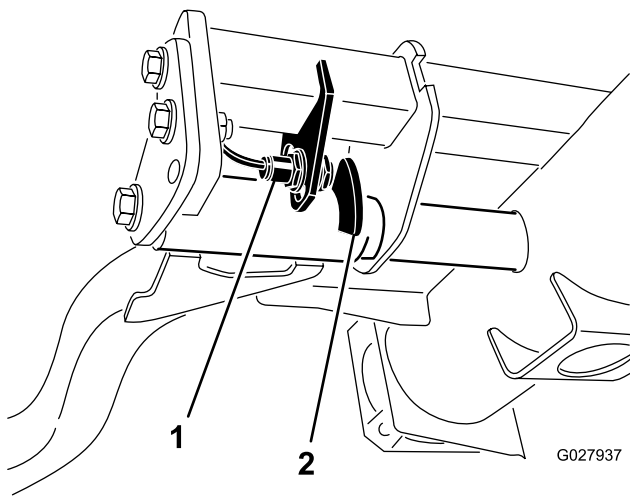

Figura 67
2. L'interruttore del braccio di sollevamento è situato sotto il serbatoio idraulico, dietro il braccio di sollevamento anteriore destro (Figura 67).
3. Allentate le viti di attacco dell'interruttore e abbassate l'interruttore per aumentare l'altezza d'inversione del braccio di sollevamento o alzate l'interruttore per ridurla (Figura 67).